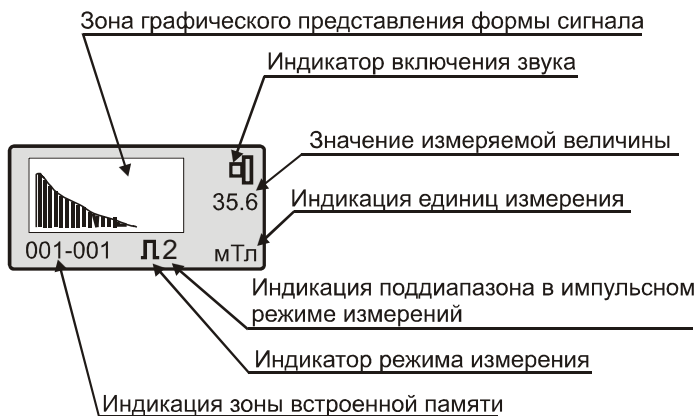
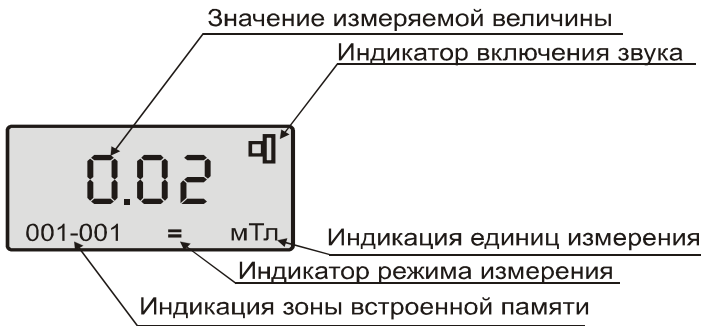

Рис.5.1 Общий вид экрана магнитометра в режиме измерений с включенной функцией ГРАФИКА
Рис. 5.2 Общий вид экрана магнитометра в режиме измерений с выключенной функцией **ГРАФИКА**
5.2.5 Для перехода к режиму измерений нажать кнопку “МЕНЮ”. На дисплее появится изображение аналогичное рис. 5.1 или рис. 5.2.
Для выбора нужного поддиапазона измерений (код отображается в нижней части экрана индикатора (см. рис.5.1)) использовать кнопки “↑” и “↓”.
При включенной функции **ПАМЯТЬ** в области индикации зоны встроенной памяти (см. рис. 5.1 и рис. 5.2) горят два трехзначных числа. Первое число соответствует номеру группы, второе — номеру свободной ячейки в группе.
5.5.4.1 Для входа в режим просмотра нажать кнопку **МЕНЮ** и, не отпуская ее, нажать кнопку “**↑**”, в результате чего начинает мигать номер результата измерения. При этом в зоне индикации измеряемой величины на экране (см. рис. 5.1) появляется содержимое ячейки памяти, адрес которой указан на экране внизу.